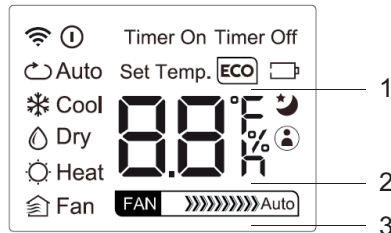

fig. 6 -
1.Funcionamiento"ECO" (part.1 "fig. 6 -") (la pantalla de la unidad de interior lee "E - C - OR" con las letras que aparecen uno tras otro, seguido de una indicación de la temperatura fijada)
2.Funcionamiento SLEEP (n.º 2-"fig. 6 -").